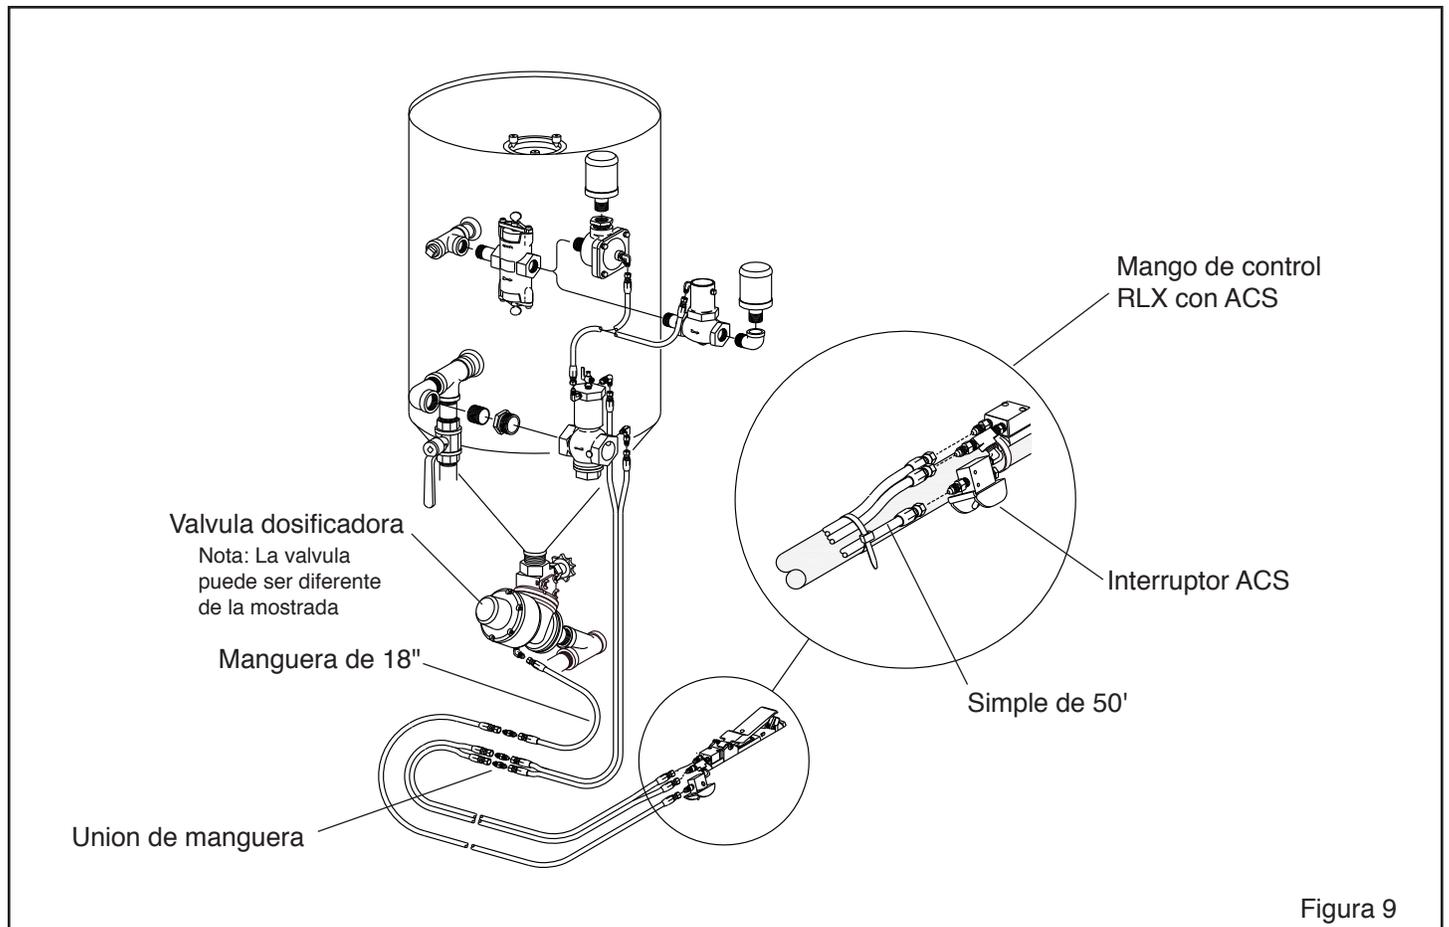

Figura 9
1.4.4.2 En la Figura 9 se muestran partes opcionales para la ACS. Adicionalmente a los controles remotos estandar, la ACS incluye también 50 pies de manguera sencilla de una línea, una manguera de interconexión de 18 pulgadas, un mango de control RLX con el conjunto de Suiche de aire ACS, y una válvula dosificadora de abrasivo neumáticamente operada. La válvula dosificadora suministrado con el sistema puede ser diferente a la mostrada aquí. Se suministra un manual de operación por separado para válvulas dosificadoras alternas.
2.7 Instalación Adicional para la Opción ACS- Figura 9.